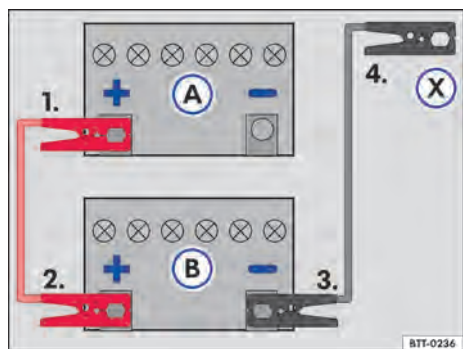

Fig. 150 Esquema para la conexión de los cables auxiliares de arranque: batería del vehículo descargada (A) y batería del vehículo que provee la corriente (B).
Legenda para → **fig. 150:**
- Conectar un extremo del cable auxiliar de arranque **rojo** al polo positivo → **fig. 150** (+) del vehículo con la batería del vehículo descargada (A) → ⚠.
- Conectar el otro extremo del cable de arranque auxiliar **rojo** al polo positivo (+) de la batería del vehículo que suministra corriente (B).
- Conectar un extremo del cable de arranque auxiliar **negro** al polo negativo (-) de la batería que brinda corriente (B) al vehículo.
- Conectar el otro extremo del cable de arranque auxiliar **negro** (X) al vehículo con la batería del vehículo descargada en una pieza maciza de metal atornillada firmemente al bloque del motor o en el mismo bloque del motor - aunque no cerca de la batería (A) → ⚠.